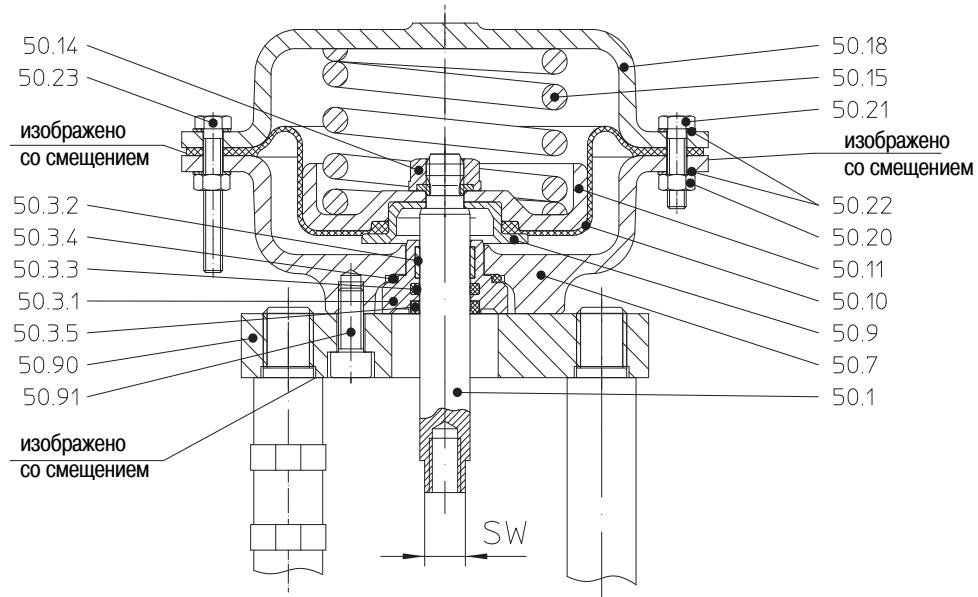

Рис. 6: Привод для DN 25, 32
- Вогнутость тарелки мембранны (поз. 50.11), которая соосна отверстию роликовой мембранны (поз. 50.10), должна находиться над воздушным патрубком дна мембранны (поз. 50.7) (Рис. 6-Рис. 7).
Плоскость под ключ шпинделя (поз. 50.1) после соединения клапан с приводом должна оставаться хорошо доступной (Рис. 6-Рис. 7).